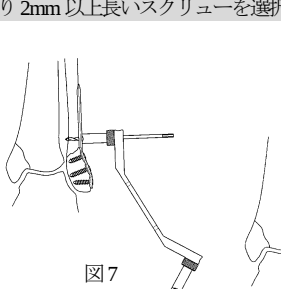

図7
- 2.5ドリルDCPポジションA（フィブラプレート用）又は2.5ドリルN/CPポジションA（リコンストラクションプレート用）を用いて、2.5ドリルにてドリル先端が反対側皮質から2mm程突出するまでドリリングします。（図7）